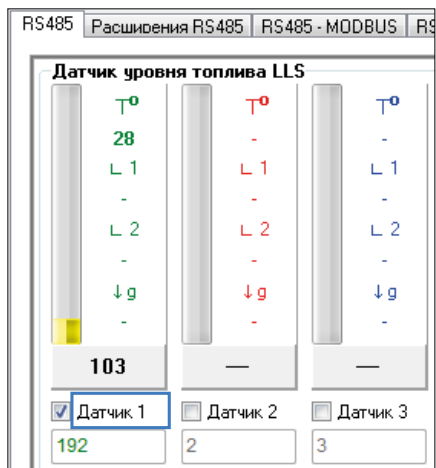

Рис.25. Порядковый номер датчика.
- **LLSx** – параметр типа int, возвращающий угол наклона при подключении датчиков угла наклона к контроллеру АвтоГРАФ по протоколу LLS. Показания угла передаются в градусах. x – это индекс датчика, т.е. порядковый номер подключенного датчика в настройках контроллера (**Рис.25**). В рассматриваемом примере порядковый номер датчика 1.
- **TLLSx** – параметр типа int, возвращающий температуру с датчиков, подключенных к контроллеру АвтоГРАФ по протоколу LLS. Показания температуры передаются в °C. x – это индекс датчика, т.е. порядковый номер подключенного датчика в настройках контроллера (**Рис.25**). В рассматриваемом примере порядковый номер датчика 1.